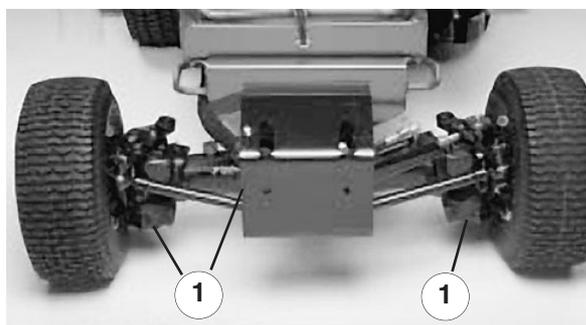

Figure 52
2. Pulite attorno ai tappi di spurgo (Fig. 52).